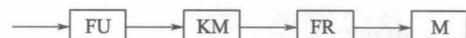

图 0-8 能量传递关系
- ① 电能是通过 FU、KM、FR 送到电动机 M，它们存在能量传递关系，如图 0-8 所示。